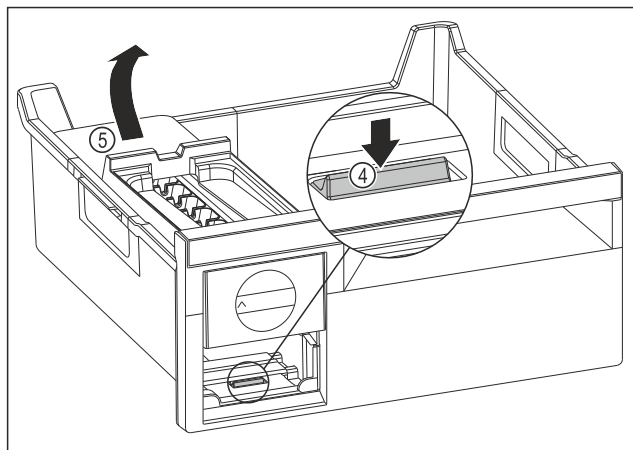

Fig. 85
- Retirer le corps de l'EasyTwist-Ice : Avec le doigt, pousser la languette Fig. 85 (4) vers le bas tout en soulevant de l'autre main le corps de l'EasyTwist-Ice Fig. 85 (5) depuis l'arrière.